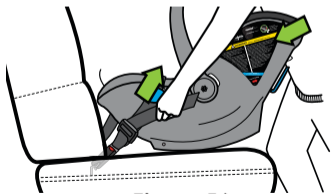

Figure 56
- Utilisez votre corps pour pousser le porte-bébé contre le dossier du siège du véhicule tout en tirant sur l'extrémité libre de la ceinture DUA pour la resserrer, comme le montre la **Figure 56**.